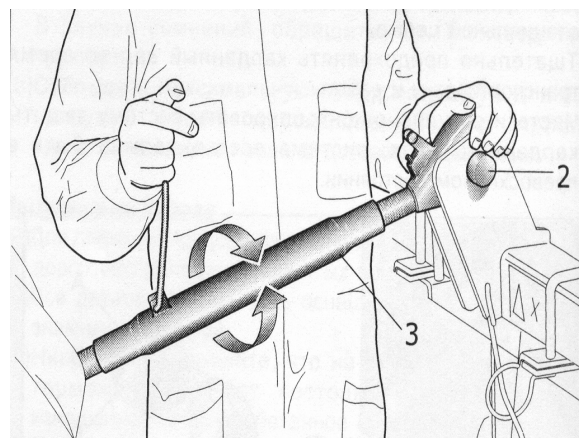

Рис.5
3. Соедините с третьей верхней точкой поз.2 Рис. 5. Зафиксируйте ось 2 Рис.5 пружинным фиксатором.
Внимание. Культиватор установите на ровную площадку перпендикулярно при помощи центрального винта 3 (Рис. 5.) При не соблюдении данного условия будет нарушаться глубина работы сошников, а так же износ и выход из строя некоторых узлов и деталей.